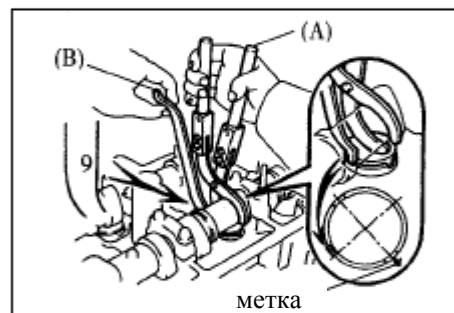
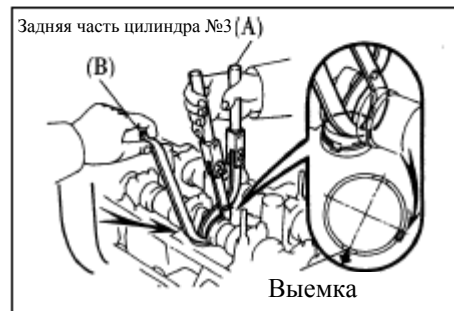

Рис. 39
Рис. 40
(1) Снятие регулирующей прокладки.
- c. Специальным инструментом надавите вниз на толкатель клапана и установите инструмент между коленчатым валом и толкателем клапана (см. Рис. 39).
- Установите один из концов специального инструмента, обозначенный цифрой “9”, под небольшим углом в положение, указанное на Рис. 39.
- Если специальный инструмент (B) будет вставлен слишком глубоко, то он будет зажат прокладкой. Чтобы избежать блокировки специального инструмента (B) вводите его медленно, уменьшая угол наклона со стороны впуска.
- При введении со стороны впуска в сторону задней части цилиндра №3 (см. Рис. 40) ввести специальный инструмент (B) трудно из-за формы кулачка. Поэтому, при регулировке прокладки рекомендуется вводить его со стороны выпуска.
- d. Попеременно нажимайте на толкатель клапана вниз специальным инструментом (A) и (B) для проверки зазора клапана.
(2) Установка регулирующей прокладки на место.
- b. Нажмите на толкатель клапана вниз специальным инструментом (A) и заберите специальный инструмент (B).